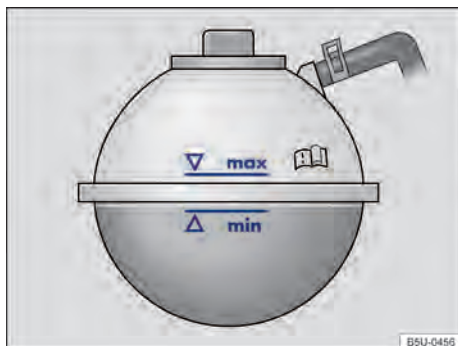

Fig. 175 No compartimento do motor: marcação no reservatório de expansão do líquido de arrefecimento do motor.
- Com o motor frio, verificar o nível do líquido de arrefecimento do motor pela marcação lateral do reservatório → Fig. 175.
- O nível do líquido de arrefecimento do motor deve permanecer dentro da marcação do reservatório → Fig. 175. **Não completar acima da marca "max" → .**
- Completar com líquido de arrefecimento do motor somente até a marca “max” → Fig. 175. Caso contrário, ao aquecer-se, o líquido excedente será expulso do sistema de arrefecimento do motor e poderá causar danos.